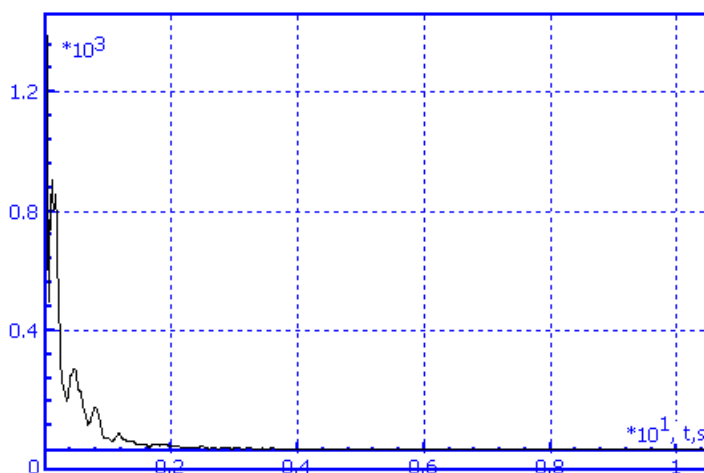

Рис. 42 График падения кинетической энергии в процессе выполнения теста
3) Запустите процесс моделирования щелчком на кнопке **Интегрирование** в нижней части инспектора. В нашем тесте в течение 7 секунд кинетическая энергия упала до значения меньше 1Дж, рис. 42, то есть ГМ практически находится в положении равновесия.